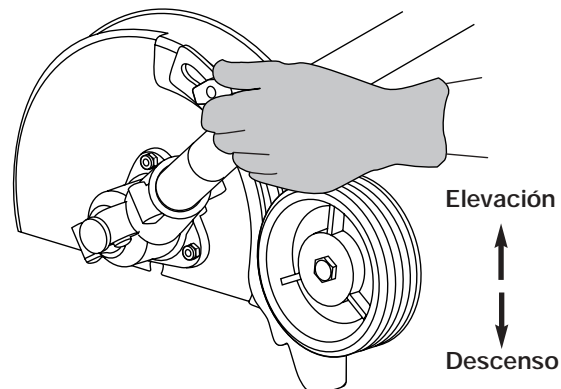

Fig. 16
1. Afloje la perilla de ajuste sobre la rueda (Fig. 16).